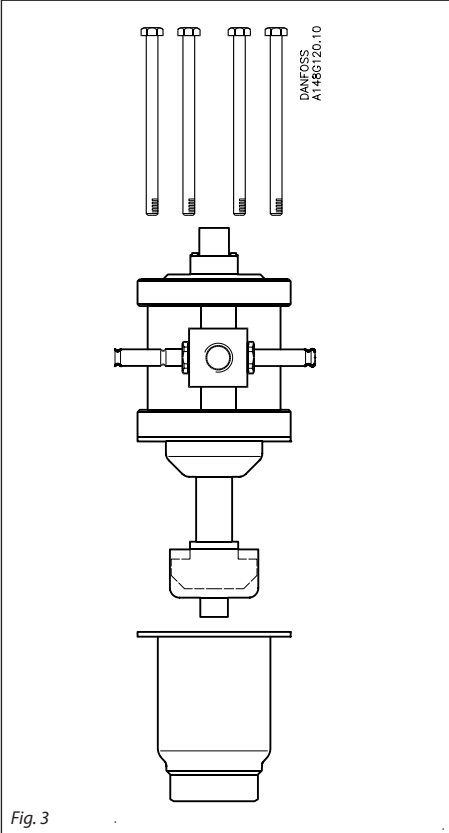
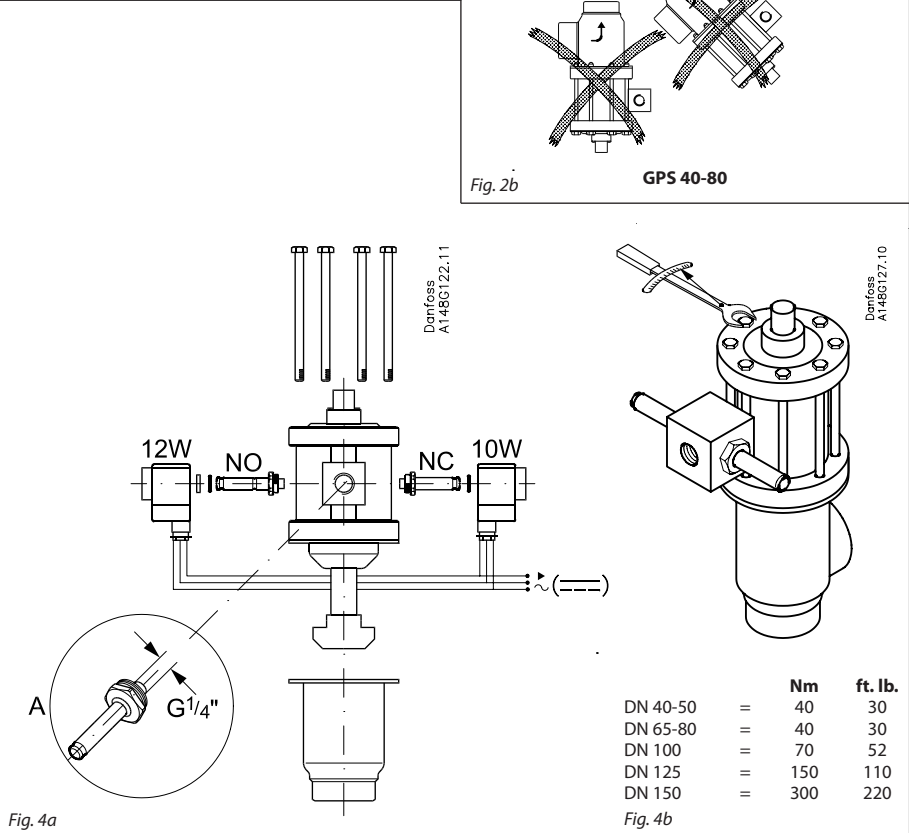

Fig. 3
Fig. 4a
Remove the actuator before welding (fig. 3). **OBS:** Be sure not to damage the teflon cone ring and the spindle. If these parts are damaged the valve will leak.
Remove welding slag and dirt from pipes and housing. The valve cone is protected with a cap. (B) Remove this cap before the valve is assembled (fig.3). **OBS:** Only 1 hot gas supply is required (Cf. Illustration A on fig. 4a); connect this supply to the pilot valve armature.
Aktuatoren skal afmonteres før isvejsning af ventilhuset (fig. 3). OBS: Teflonringen på keglen og spindlen må ikke beskadiges. Beskadigelse af disse dele vil forårsage utætheder i ventilen.
Svejsesprøjt og snavs skal fjernes fra rør og hus. Ventilkeglen er beskyttet med en hætte. (B) Denne fjernes inden ventilen samles (fig. 3). OBS: Der kræves kun 1 varmgastilførsel, der tilsluttes magnetventilens armatur (Jvf. illustration A på fig. 4a).
Den Antrieb vor dem Einschweißen des Ventilgehäuses demontieren (Fig. 3). Achtgeben, daß weder Teflonkegelring noch Spindel beschädigt werden, was Undichtigkeiten zur Folge haben wird.
Hay que desmontar el actuador antes de soldar la caja de la válvula (fig. 3). NOTA: No dañar el anillo de teflon del cono y del vástago. Si estas partes se dañan, habrá fugas en la válvula.
Quitar escorias y suciedades de soldadura en los tubos y la caja. El cono de la válvula está protegido por una capucha (B) que se quita antes de montar la válvula (fig. 3). NOTA: Sólo se requiere un suministro de gas caliente que se conecta a la armadura de las válvulas piloto de accionamiento magnético (Véase la ilustración A de fig. 4a).